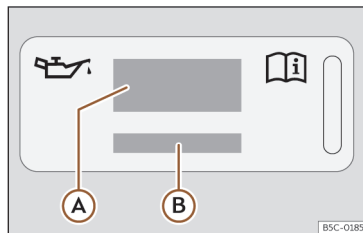
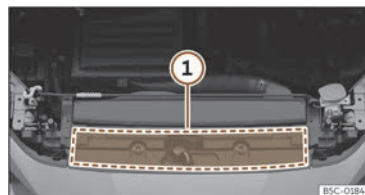

Fig. 220 Al compartiment del motor: etiqueta d'oli de motor
Fig. 221 Al compartiment del motor: zona d'ubicació de l'etiqueta d'oli de motor
Legenda de la >>> **fig. 220:**
Si heu d'omplir l'oli del motor, utilitzeu un dels olis indicats a l'etiqueta >>> **fig. 220**. L'etiqueta amb la norma prescrita es troba a la part davantera al compartiment del motor >>> **fig. 221**
- Si falta l'etiqueta amb l'especificació de l'oli motor >>> **fig. 220**, poseu-vos en contacte amb un taller especialitzat.